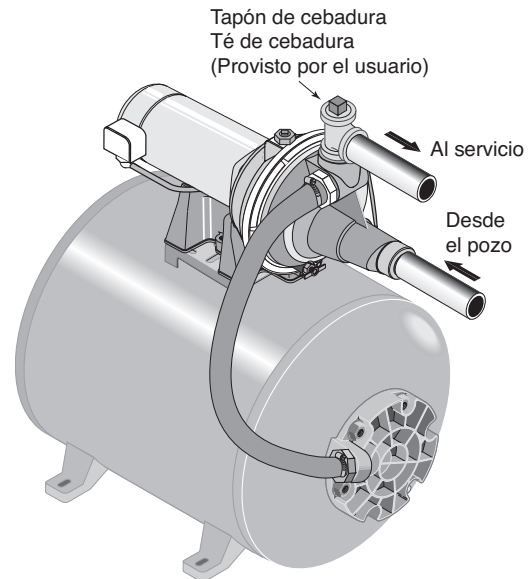

Figura 1
Cuando se use una válvula de pie, se recomienda usar un Té y tapón de cebadura como se ilustra en la Figura 1.
AVISO: Para cebar la bomba correctamente, instale un tubo en T en la tubería de descarga (consulte la Figura 1, página 31).
1. Retire el tapón de cebadura (adquirido por separado, Figura 1, página 31).